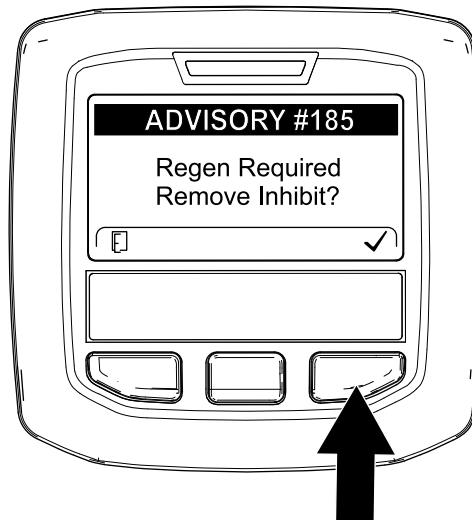

Figure 41
**Remarque:** Si INHIBIT REGEN est réglé sur ON, l'InfoCenter affiche l'AVIS N° 185 (Figure 41). Appuyez sur le bouton 3 pour faire passer le paramètre d'interdiction de régénération à OFF (désactivé) et poursuivez la régénération commandée.